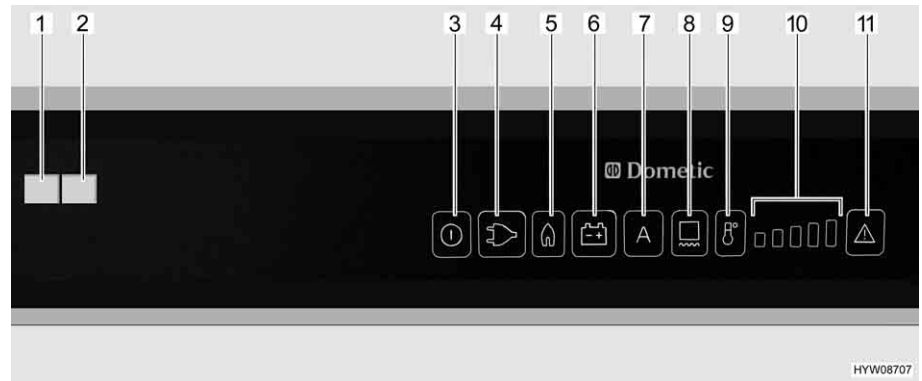

Bild 166 Reglage, knappar för kylskåpet (Dometic RMD)
När väljaren står på "AES", **ingen** 230 V-försörjning är ansluten och fordonsmotorn är **avstängd**, väljer AES gasdrift. När gasdriften väljs öppnas tändsäkring automatiskt så att gas kan strömma till brännaren. Samtidigt tillkopplas den elektroniska tändaren. Om gaslågan skulle slockna, t. ex. på grund av att det blåser, aktiveras tändaren direkt igen och tänder gasen. Vid en störning under gasdrift blinkar ljusknapparna "Gas" (Bild 166,5) respektive "Störning" (Bild 166,11). Kontrollampan "Störning" (Bild 166,1) tänds och ett akustiskt larm ljuder i 20 sekunder.
När kylskåpet sätts på väljs automatiskt en termostatinställning i mittläge. Denna inställning kan ändras manuellt med knappen temperaturnivåval (Bild 166,9). Kontrolllamporna (Bild 166,10) visar den valda termostatinställningen. Med hjälp av knappen temperaturnivåval ställs kyltemperaturen in för alla tre energikällorna. Det tar alltid några timmar innan man har en normal drifttemperatur i kylskåpet. Om en omkoppling sker till ett andra driftläge förändras termostatinställningen inte. Kyltemperaturen bibehålls oberoende av den valda energikällan.
- Koppla in ramvärmen under 2 timmar: Tryck på knappen (Bild 166,8) en gång. En stapel i temperaturnivåvisningen (Bild 166,10) tänds.
- Koppla in ramvärmen under 5 timmar: Tryck på knappen (Bild 166,8) två gånger. Två staplar i temperaturnivåvisningen (Bild 166,10) tänds.
- Ställa in ramvärmen på kontinuerlig drift: Tryck på knappen (Bild 166,8) tre gånger. Tre staplar i temperaturnivåvisningen (Bild 166,10) tänds.
Temperaturnivåvisningen (Bild 166,10) visar under några sekunder ramvärmens driftslängd.
Vid höga utetemperaturer och hög luftfuktighet kan det bildas vattendroppar på metallramen. Därför har kylskåpet ramvärme för frysacket. Slå på ramvärmen med knappen (Bild 166,8) vid höga temperaturer och hög luftfuktighet. Detta förhindrar korrosion. När ramvärmen är påslagen tänds ljuslampan (Bild 166,8).
- Tryck på på/av-knappen (Bild 166,3) i cirka 2 sekunder. Kylskåpet slår på sig, den senast inställda energisorten eller "AES" indikeras.
- Ställ in kyltemperaturen med knappen temperaturnivåval (Bild 166,9). Kontrolllamporna (Bild 166,10) visar den valda termostatinställningen.
- Tryck på på/av-knappen (Bild 166,3) i cirka 2 sekunder. Kylskåpet slår från, inga indikatorer lyser längre.